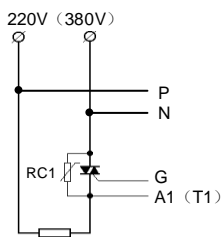

图 10: C2 型应用一
3. C2、C6、C8 类型采用传统触发方式，触发有极性且必须接同步信号线，请严格参照前文图 10、11、13、14 相关接线图连接。